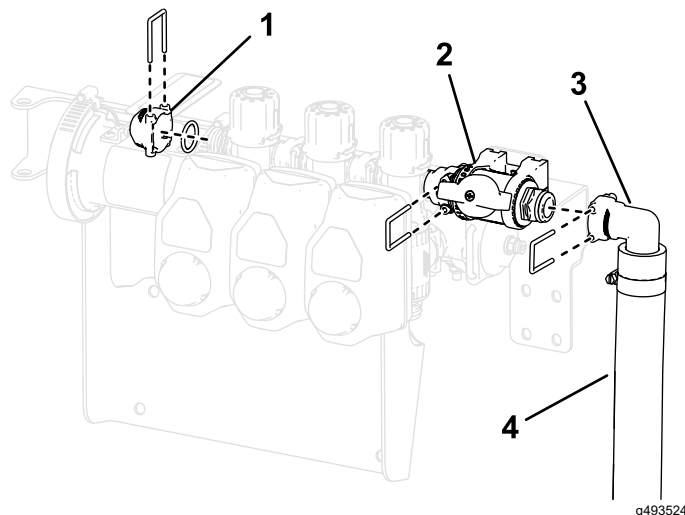

図 22
7. 図 22に示すように、先に取り外したOリングとリテーナーを使って、コントロールバルブアセンブリをboomバルブに固定する。
8. 図 22に示すように、先に取り外したリテーナーを使って、キャップ (1/2")、Oリング、フィッティング、およびホースアセンブリをコントロールバルブに取り付ける。